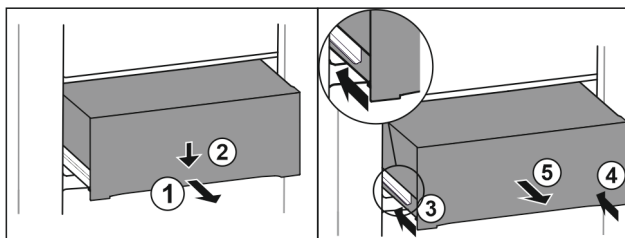

Fig. 112
- Zásuvku napůl vytáhněte. Fig. 112 (1)
- Stlačte zásuvku na přední straně dolů. Fig. 112 (2)
- Zasuňte levou kolejničku přibližně do 2 cm. Fig. 112 (3)
- Zasuňte pravou kolejničku přibližně do 2 cm. Fig. 112 (4)
- Vyjměte zásuvku dopředu. Fig. 112 (5)